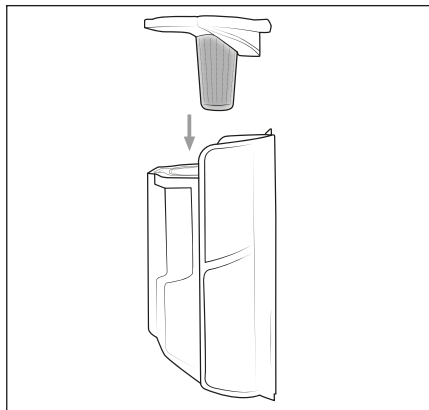

Fig. 19
- 6) Inserire il filtro in acciaio inox ⑥ nel contenitore della polvere ⑦ e premerlo verso il basso finché non s'innesta saldamente nel contenitore della polvere ⑦ (vedere fig. 19).